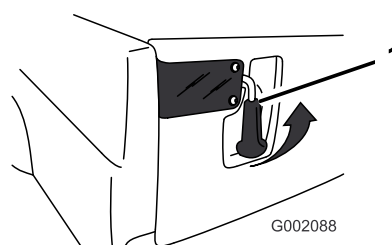

Figure 26
- Pour déverrouiller le hayon, relevez les poignées de verrouillage (Figure 26). Elles s'écartent alors vers le centre du hayon. Abaissez lentement le hayon.